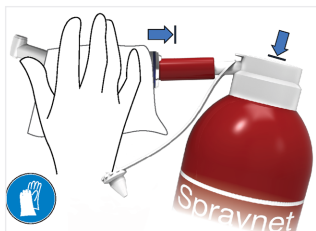

FIG. 6
5. Dopo aver selezionato l'ugello appropriato, spruzzare l'interno del dispositivo con Spraynet (FIG. 6).